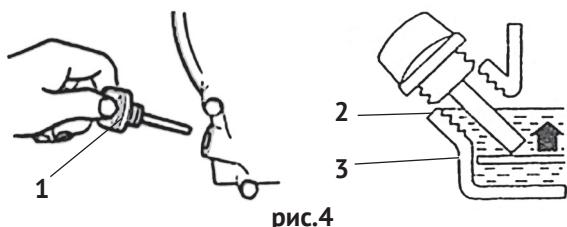

рис.4
Выкрутите пробку-щуп (рис.4 поз.1) из маслозаливной горловины и залейте в картер масло необходимой марки до нижнего края горловины, как показано на рис.4. Вставьте сухой чистый щуп в горловину картера и выньте его. Проверьте уровень масла: граница смоченной области щупа должна располагаться между отметками минимального (рис.4 поз.3) и максимального (рис.4 поз.2) уровней.
- на прогретом до рабочей температуры двигателе открутите пробку-щуп маслозаливной/маслосливной горловины (рис.4 поз.1);
- залейте масло в горловину, до нижнего края заливного отверстия (см. рис.4).